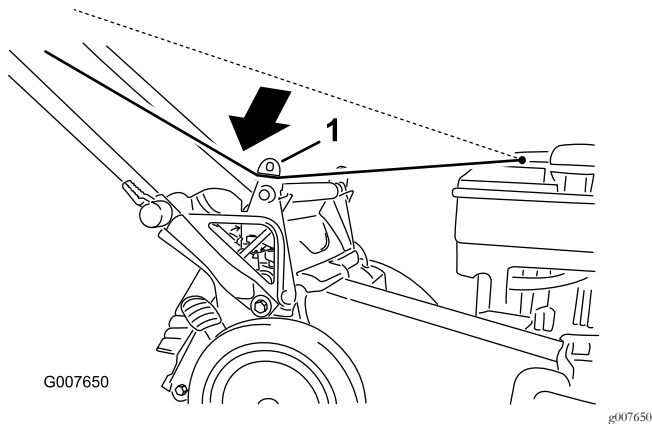

Figura 23
1. Pase la cuerda del arrancador alrededor de la guía de cuerda inferior (Figura 23).
4. Instale el tapón trasero (Figura 23).